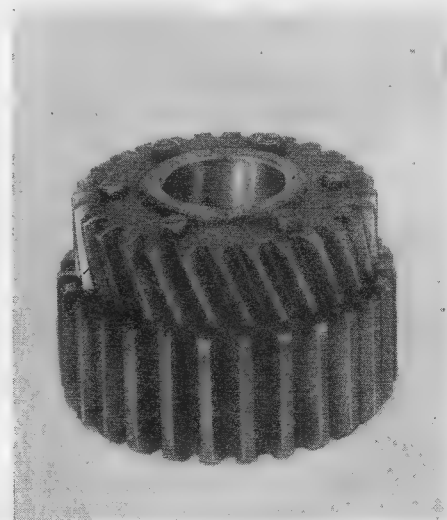

Bild 231. Innerer Mitnehmer mit Antriebsrad
– Antriebsrad mit innerem Mitnehmer (Bild 231)